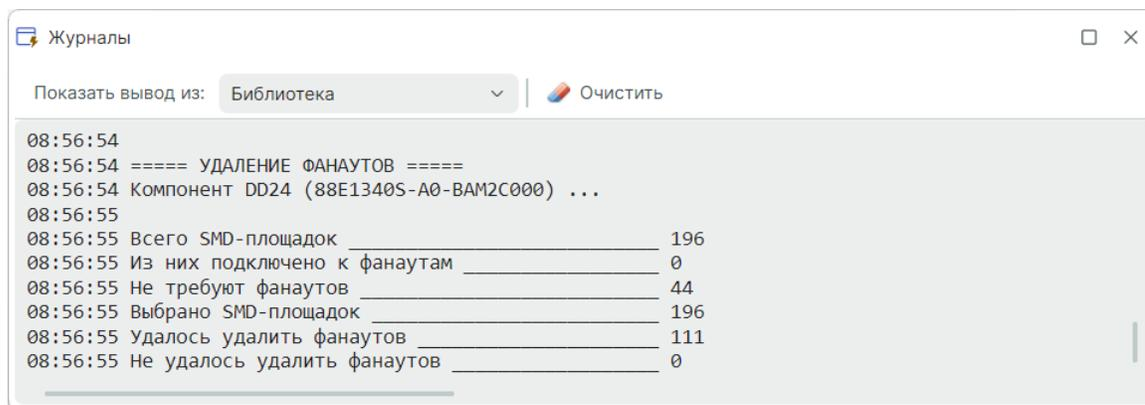

Рис. 343 Запись в журнале по результату операции удаления фанатов
3. Результат операции удаления фанатов будет отображен в панели «Журналы», см. Рис. 343.